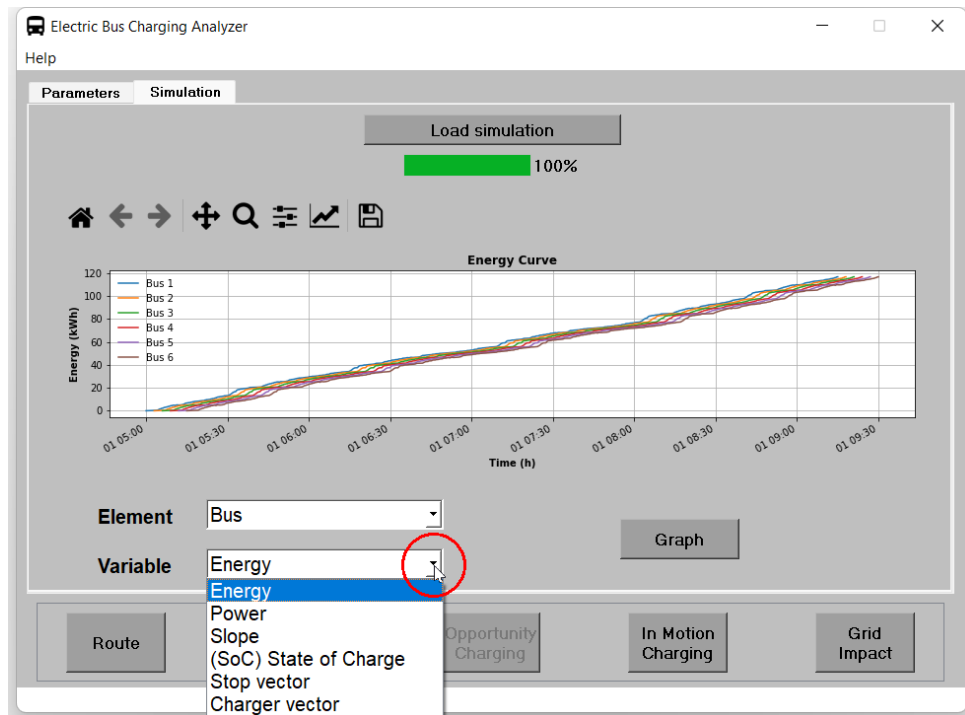

Figura 39: Seleccionar otra variable para gráfica.
5. Se puede visualizar otra variable, seleccionándola en la lista desplegable como se muestra en figura 39.